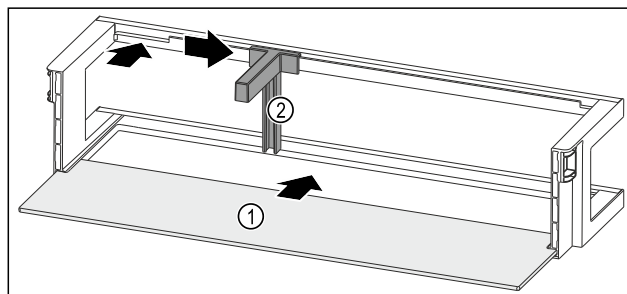

Fig. 120 Balconcino controporta con ripiano
- Inserire il ripiano Fig. 120 (1) negli incavi laterali.
- Inserire il portabottiglie Fig. 120 (2) nell'incavo.
- Far scorrere il portabottiglie Fig. 120 (2) lateralmente alla posizione desiderata.